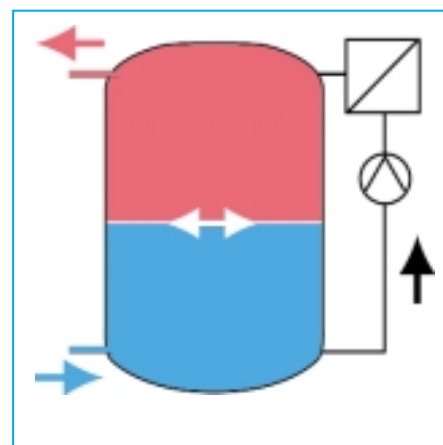

Bild 3 Wasserentnahme während Aufheizvorgang: 2. Warmwasserentnahme = Ladestrom
2. Warmwasserentnahme = Ladestrom (Bild 3)